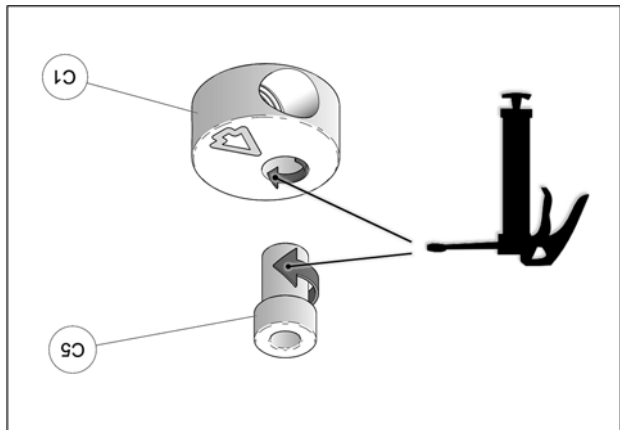

Fig. 21
11. À l'assemblage, les bagues espacateurs (C5) doivent être graissées. Appliquer une couche de graisse uniforme sur toute la circonférence de la bague espaceur et dans le logement du disque en aluminium (C1). Voir la Fig. 21
7. Fixer le système de traction au moyen de roue avant. Utiliser le cercle de perçage de $\varnothing 156$ mm et les écrous de roue M12 (D) fournis. Voir la Fig. 21